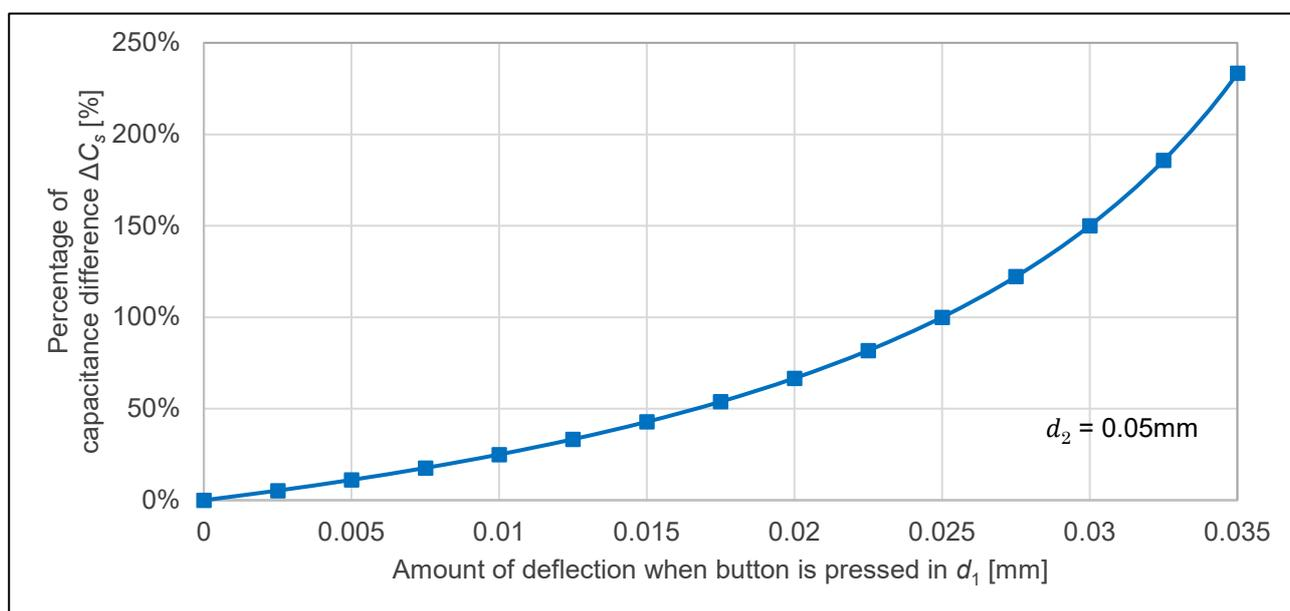

図 6-16 静電容量変化 $\Delta C_s$ と応力による金属パネルのたわみ $d_1$ の関係（参考値）
(2)式より、比誘電率 $\varepsilon_r \cong 1$ 、電極直径 $D=20$ [mm]、スペーサ厚 $d_2 = 0.05$ mm のときのボタン部の押し込んだときのたわみ量 $d_1$ と静電容量変化率 $\Delta C_s$ との関係は図 6-16 のようになります（参考値）。